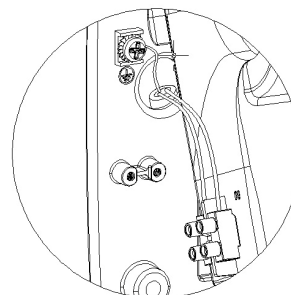

Рисунок 8
4. ПОДСОЕДИНИТЬ ОБА ФАЗОВЫХ ПРОВОДА (N и L) К КОЛОДКЕ, А КАБЕЛЬ ЗАЗЕМЛЕНИЯ — К ВИНТУ ЗАЗЕМЛЕНИЯ (КЛАСС I), КАК ПОКАЗАНО НА РИС. 8.